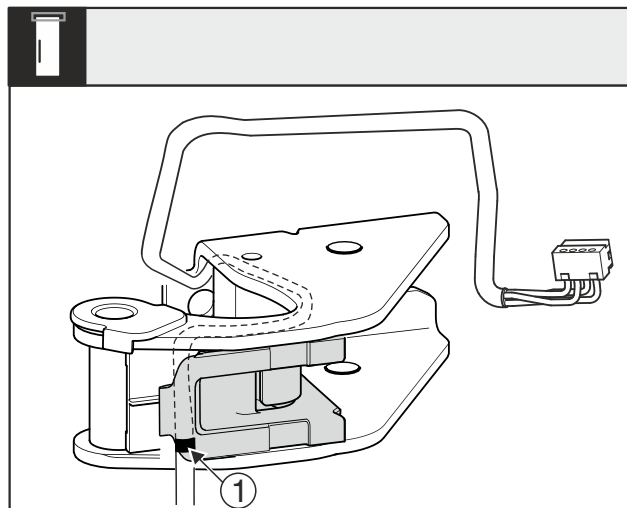

Fig. 32
- Sredinska oznaka Fig. 32 (1) naj bo pri tem na robu držala kabla.